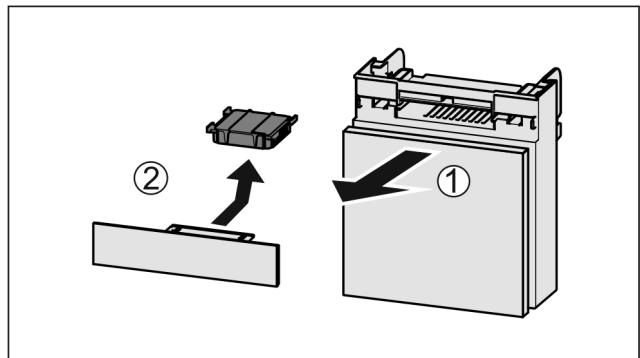

Fig. 167
- ▶ Fach nach vorne herausziehen Fig. 167 (1).
- ▶ Aktivkohlefilter entnehmen Fig. 167 (2).